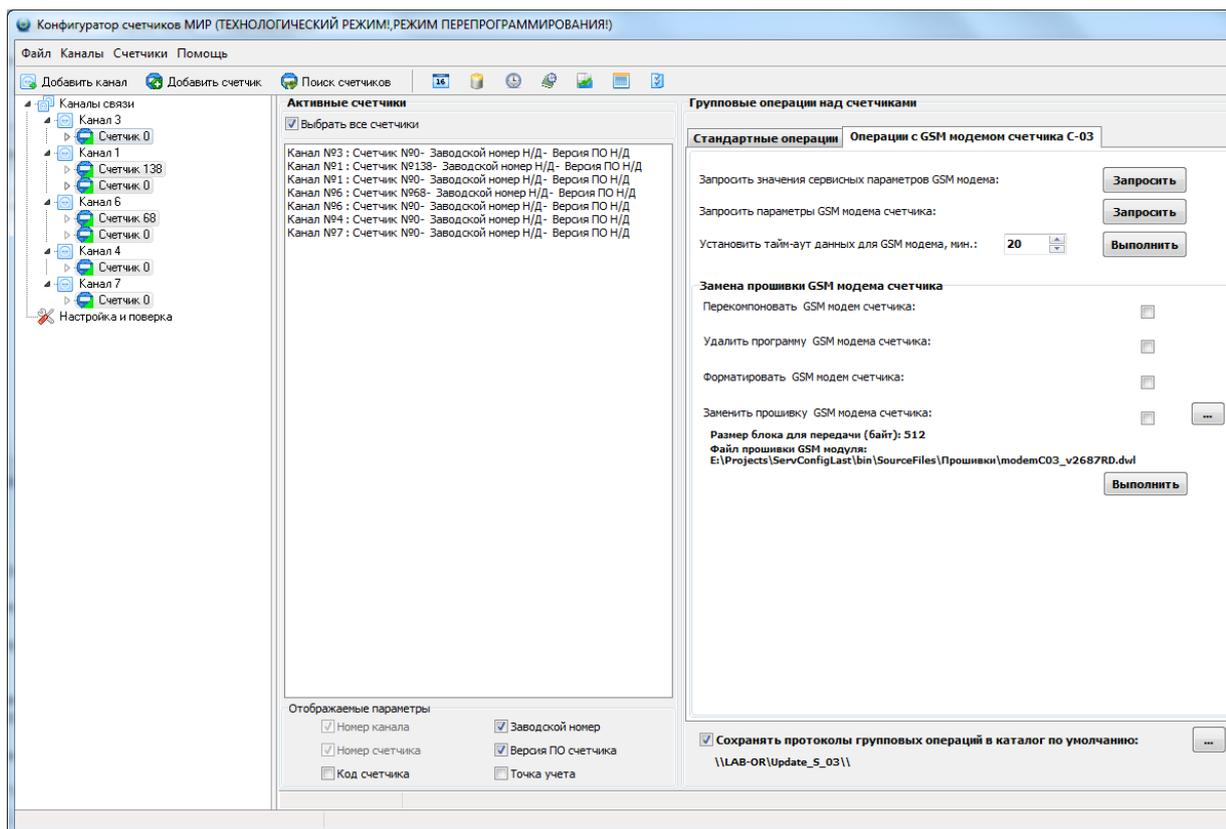

Рисунок 3.58
- *Операции с GSM-модемом счетчика С-03* (рисунок 3.58).